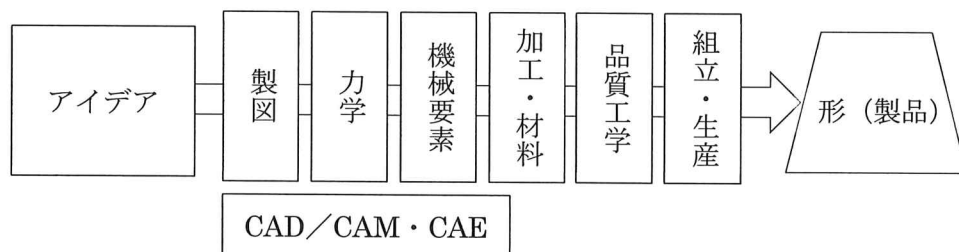

図1 工業製品の設計プロセス (MONOWEBから引用)
- (1) 「基礎数学」は、機械の設計計算に見られるような計算や条件を変更したときの再計算を速やかに計算できるような指導を行う。
- (2) 機械の設計は図1に示す機械の設計プロセスに沿って、アイデアから形(製品)になって行く。そのプロセスの中で「工業材料」は機械部品の材料を選定できるように指導し、「材料力学」はその材料の強度を検証できるように指導する。「機械工作技術」は部品の製作方法を決定できるように指導する。また、標準化された機械要素部品は、「機械要素技術」で解説し、効率の良い設計につながるように指導する。